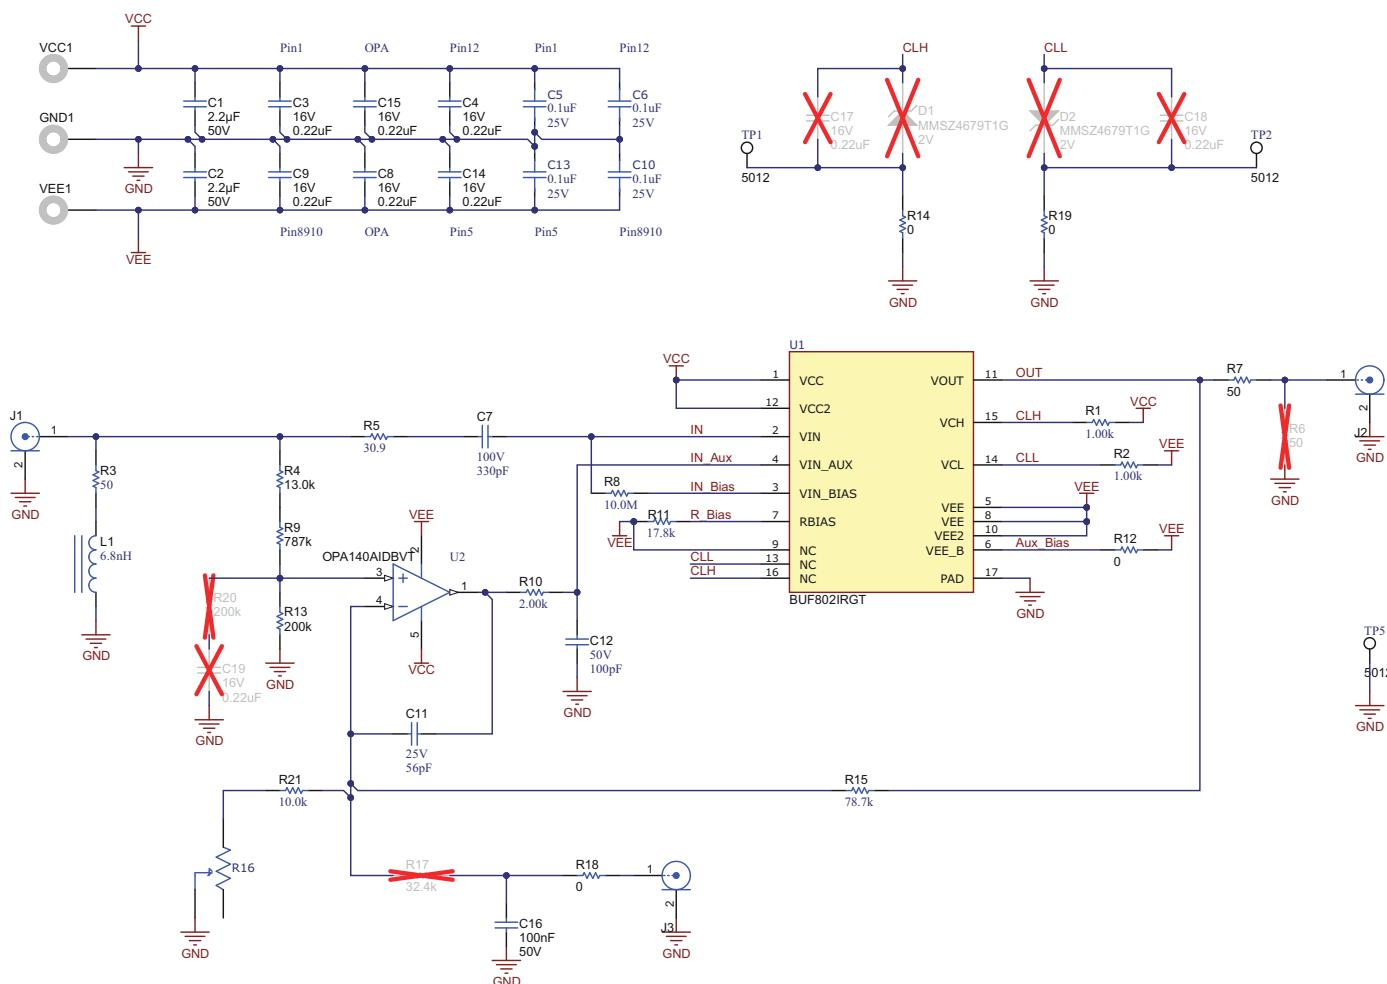

図 8-10. レイアウト例：レイアウト リファレンスの回路図
- **S21 伝達関数でのピーキング:** BUF802 の S21 伝達関数でのピーキングを防ぐために、パターン長を最小限に抑えることが最も重要です。パターンのインダクタンスは、BUF802 の入力容量との共振回路を形成し、S21 応答でピーキングを引き起こす可能性があります。DC ブロッキング コンデンサと直列に小さな抵抗 (図 8-10 の R5) を追加して、BUF802 のパターン インダクタンスと入力容量に起因する LC 共振を減衰させます。総インダクタンスを最小化するため、等価直列インダクタンス (ESL) が低い直列コンデンサ (図 8-10 の C7) を選択します。
- **電源バイパス コンデンサ:** 電源バイパスコンデンサは、電源ピンにできる限り近づけて配置し、BUF802 として PCB と同じ面に取り付けます。図 8-10 に示すように、BUF802 とバイパスコンデンサ間の高周波インピーダンスを最小限に抑えるため、低インダクタンス LICC コンデンサ (C5, C6, C13, C10) を選択します。バイパスコンデンサと GND との間に複数のビアを使用して、直列インダクタンスを低減します。図 8-10 に示すように、 50Ω の入力終端抵抗 (R3) に複数のビアを GND にも接続します。バイパスビアと終端ビアをソリッドな GND プレーンに接続します。